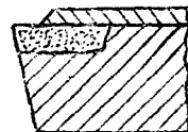

图 2
2. 在刀具前面上焊一小块切屑折断器（見图2），切屑仍然不断。